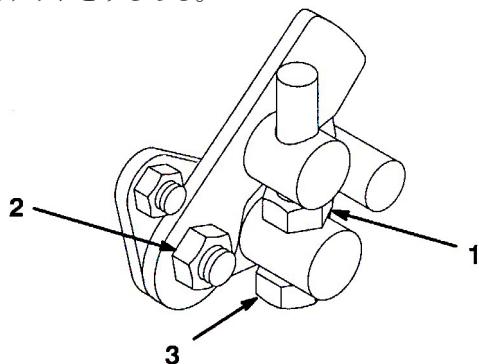

図 54
1. トラニオン・キャップスクリュのジャムナットをゆるめる (図54)。
4. トラニオン・キャップスクリュのジャムナット、およびペダル・ピボットのナットを締め付けて調整を固定する (図54)。調整を確認し、必要に応じて再調整する。